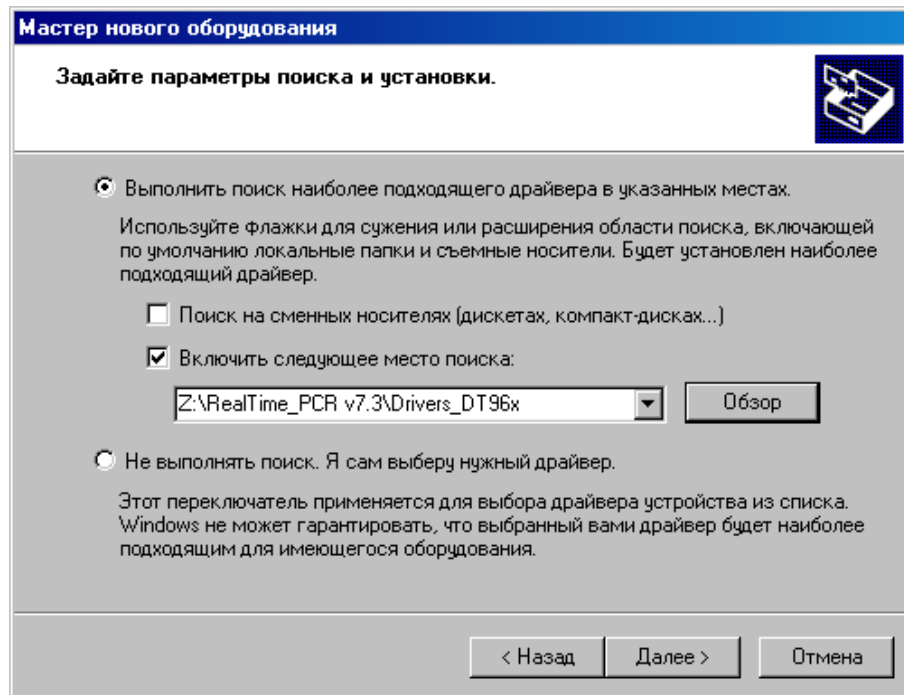

Рис.7. Поиск папки Drivers\_DT96x на флеш-карте.
- В окне задания параметров поиска и установки (Рис.7) укажите путь к папке с драйвером для чего поставьте галочку в окошке **Включить следующее место поиска** и нажмите кнопку .
- Убедившись, что путь к папке с драйвером в окне (Рис.7) указан правильно, нажмите кнопку .